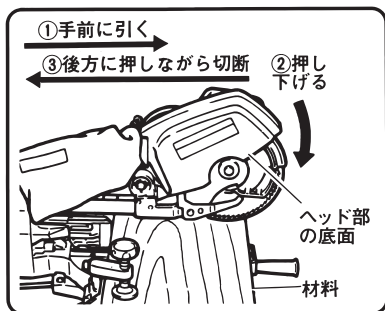

図 26
次に，②ハンドルを押し下げて押し切り切断をのこ刃が下限位置まで下がってから，③後方に押し（スライドさせ）切断します。（図26）